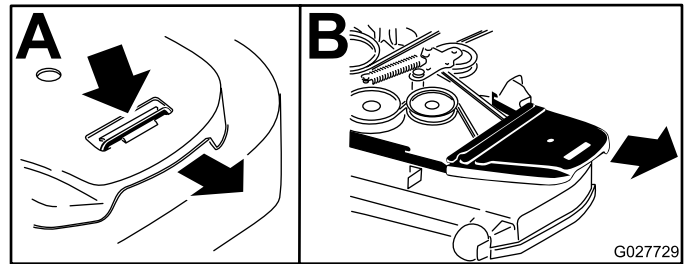

Figure 92
4. Retirez les couvercles de courroie (Figure 92).